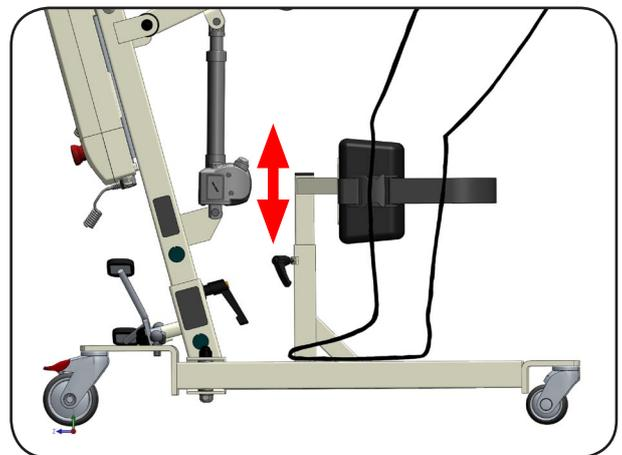

Abbildung 38
6. Führen Sie die Beine zusammen und fixieren Sie sie mit dem Wadengurt. Überprüfen und korrigieren Sie ggf. die Höhe der Schienbeinstütze. Die Oberkante der Schienbeinstütze soll knapp unterhalb der Kniescheibe beginnen (Abbildung 38).